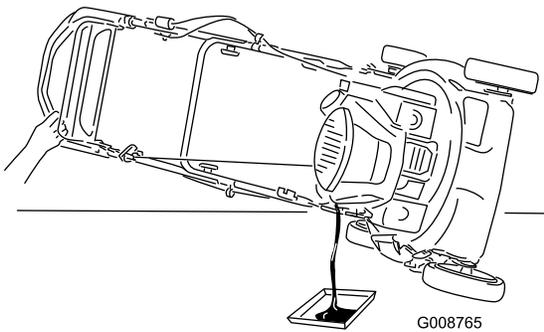

Bild 42
3. Kippen Sie den Rasenmäher seitlich (Luftfilter nach oben), um das Altöl über den Öleinfüllstutzen abzulassen (Bild 42).